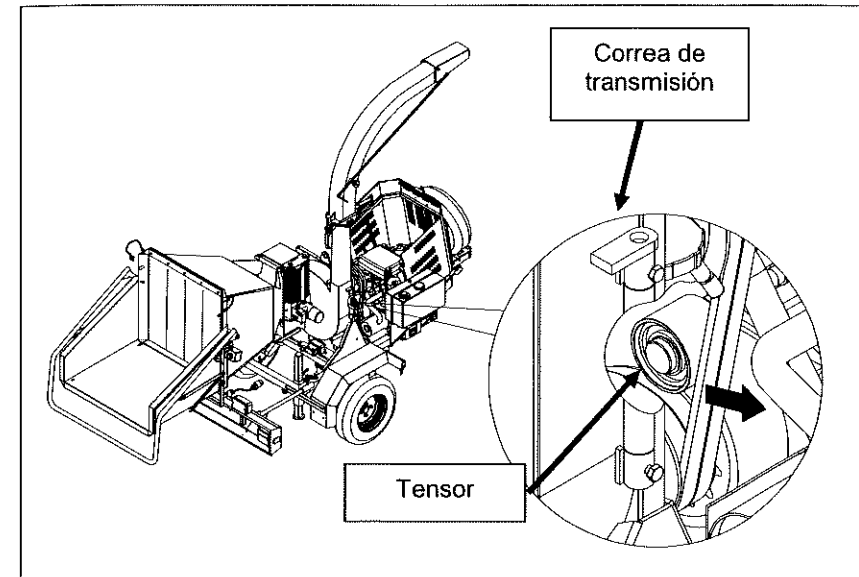

Fig. 19
- Poner en tensión las correas desplazando el tensor hacia la dirección de la flecha, y a continuación volver a atornillar el tornillo del tensor (Fig. 19).
- Aflojar el tornillo del tensor y empujarlo hacia la dirección de la flecha para regular la tensión de las correas (Fig. 19).